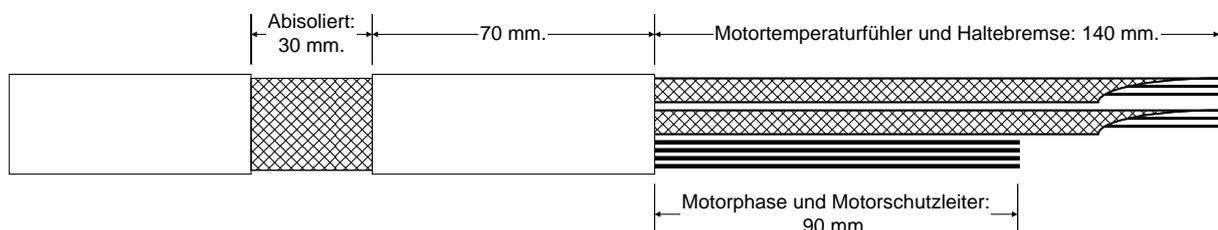

Abbildung 44: Motorkabel: Längen der Schirme und Leitungen
- Motorkabel nach der *Abbildung 44* abisolieren: